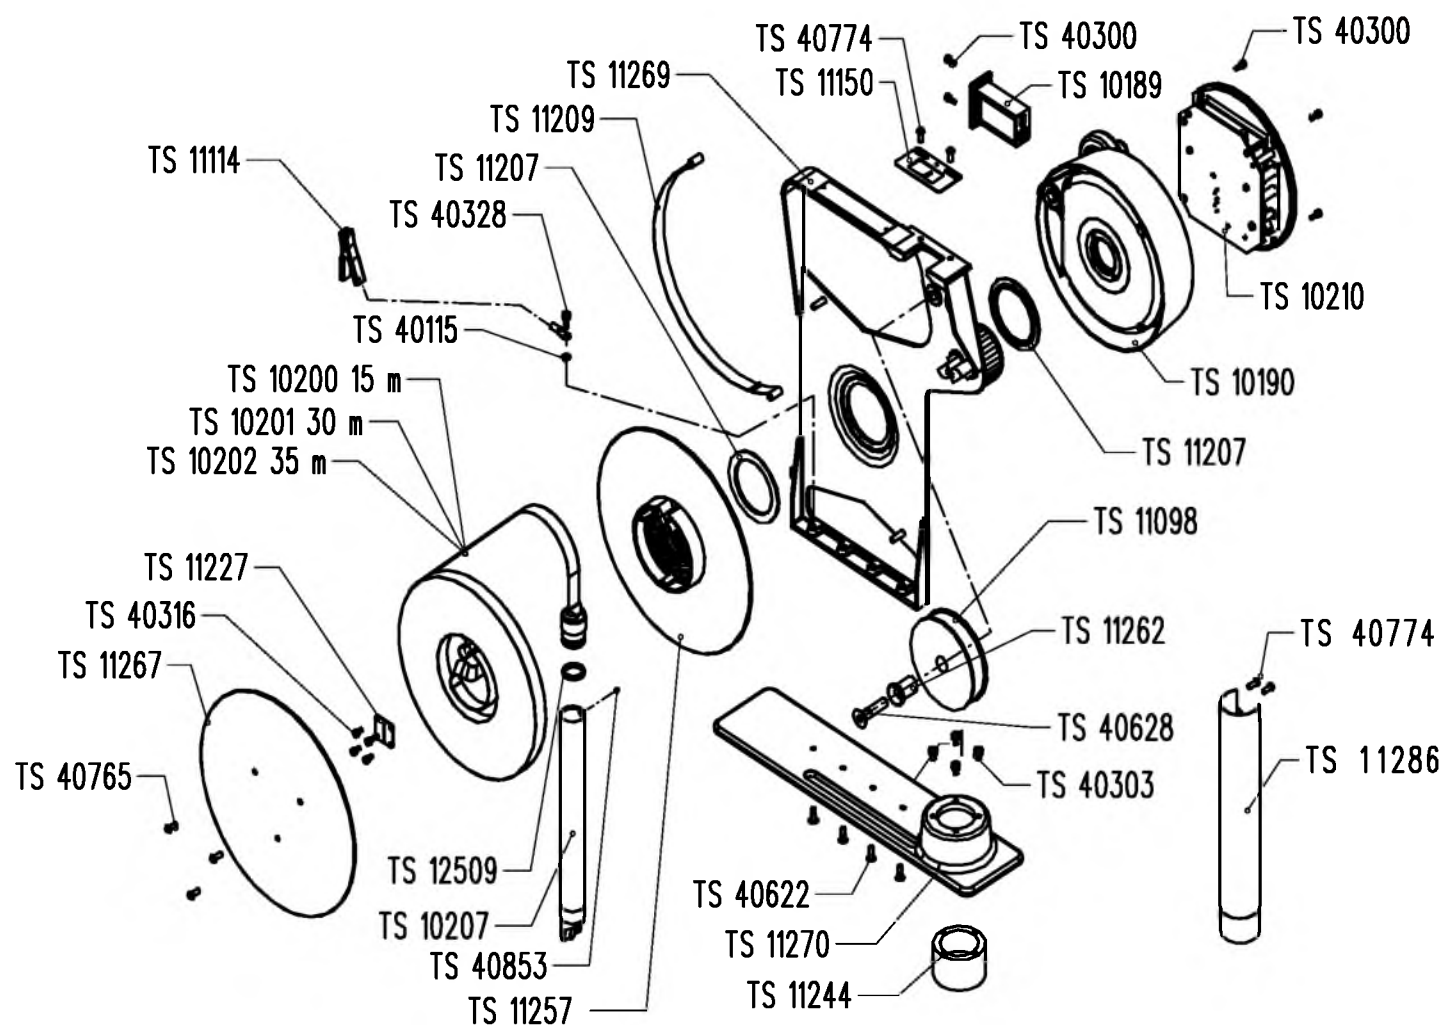

Рисунок 11-2 : Общая сборка, список запасных частей (HERMetric UTImeter Otex Chem Version)
- Рисунок 11-2 : Общая сборка, список запасных частей (HERMetric UTImeter Otex Chem Version)